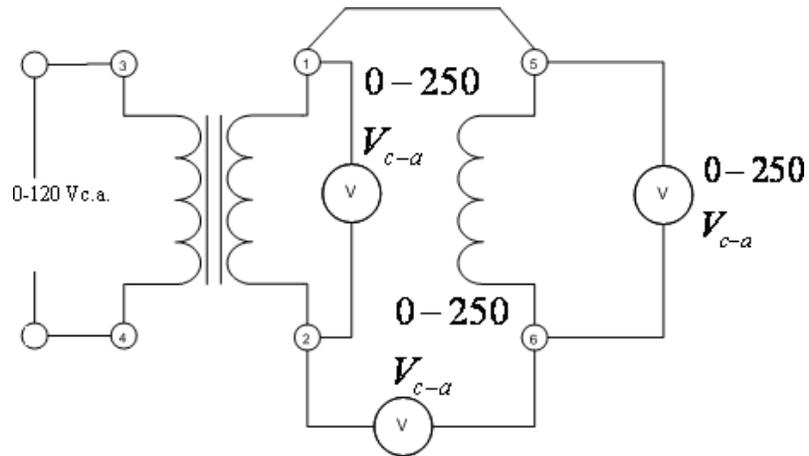

Figura 2
- a) Conecte el circuito de la figura 2, observe que la terminal 1 se conecta con la 5.